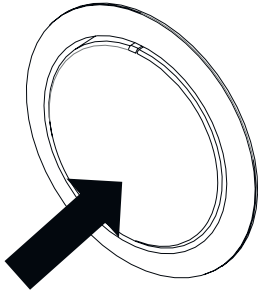

Рис. 15: Всплывающая кнопка выключена
- При завершении приготовления, поверните переключатель в положение Выкл (вверх) и нажмите ее внутрь (Рис. 15).